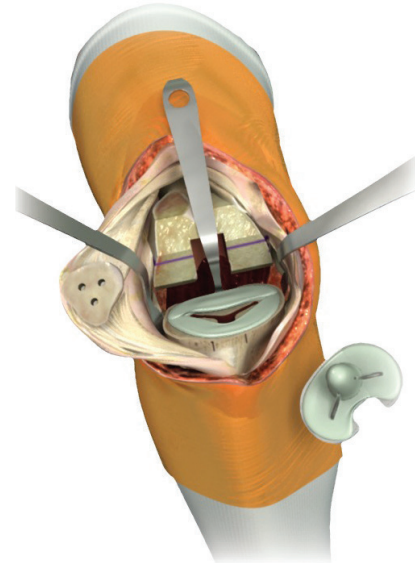

Figura 26
1. Flexione la rodilla al máximo y coloque lateral y medialmente un retractor de Hoffman delgado y curvo, así como un retractor Aufranc posteriormente para subluxar la tibia hacia adelante (Figura 26).
2. Aplique cantidades generosas de cemento óseo a la parte inferior seca de la placa base, el vástago y dentro de la tibia proximal y el agujero de preparación del vástago (Figura 26).